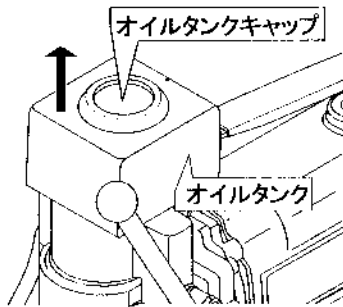

図4-1
(1)ギヤボックス上部のオイルタンクキャップを外し、オイルタンクを図4-1の矢印の方向に引き抜いてください。